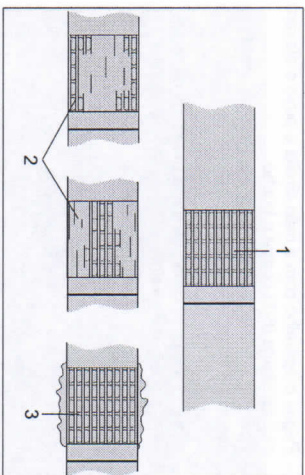

Fig. 9
- Controllare regolarmente la chiusura (vedi fig. 9). Se la saldatura dovesse risultare difettosa occorre controllare la durata della saldatura (vedi capitolo 5.8).
- Revise siempre el aspecto de la soldadura (Ver fig. 9). Si la calidad del soldado no es satisfactoria: Revise el tiempo de soldadura (ver capítulo 5.8).
- Verifique regularmente a aparência do fecho (vide Fig. 9). Em caso de cintas mal soldadas: Verifique o ajuste do tempo de soldadura (ver capítulo 5.8).